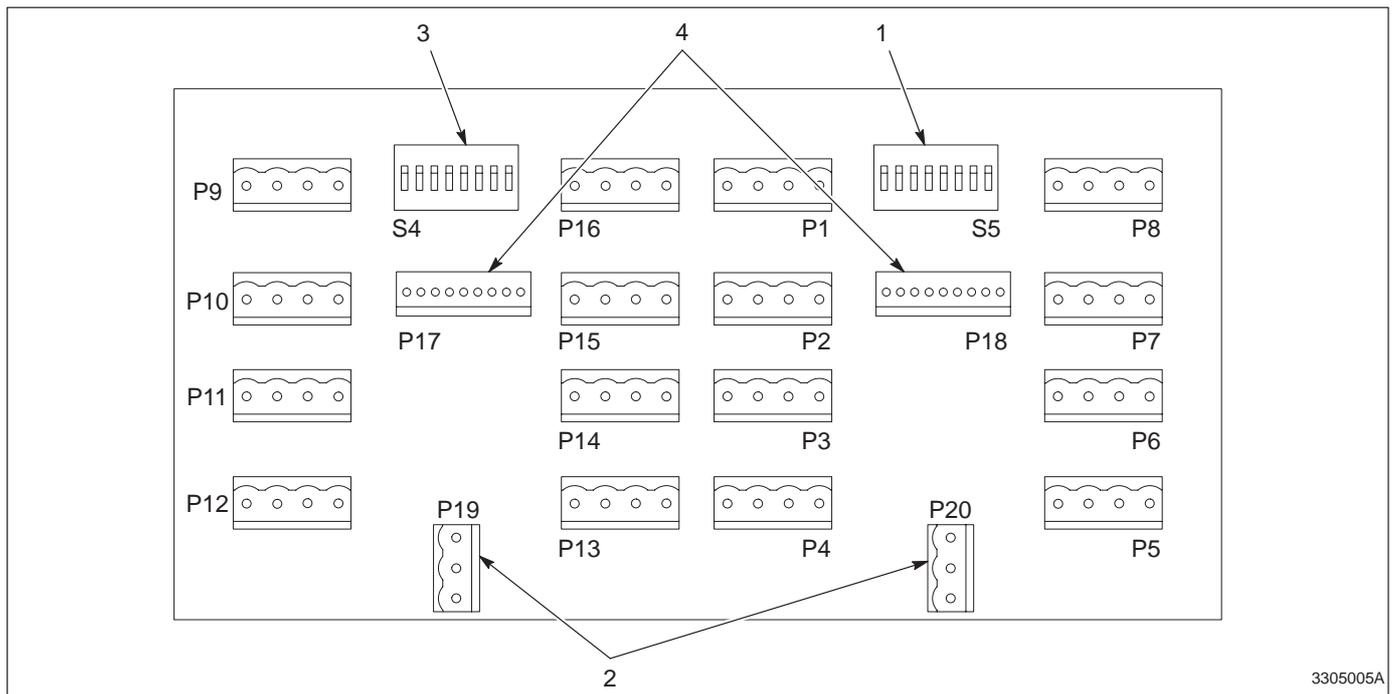

Abb. 3-5 Positionen der Stiftstecker auf der Spannungsverteilplatte
4. Schließen Sie die Kabeladern wie abgebildet an die Stecker (4) an.
5. Siehe Abbildung 3-5. Stecken Sie alle Stecker wie folgt in die Spannungsverteilerplatte: